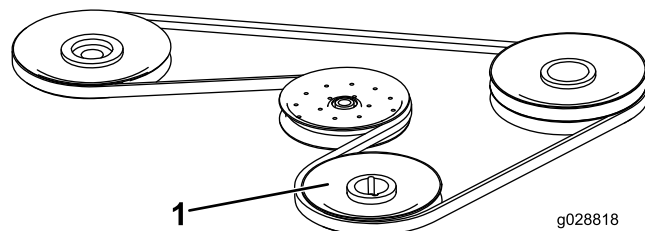

Figure 3
4. Enlevez la courroie qui passe sur le côté droit du plateau de coupe et remplacez-la par la courroie du kit (Figure 3).